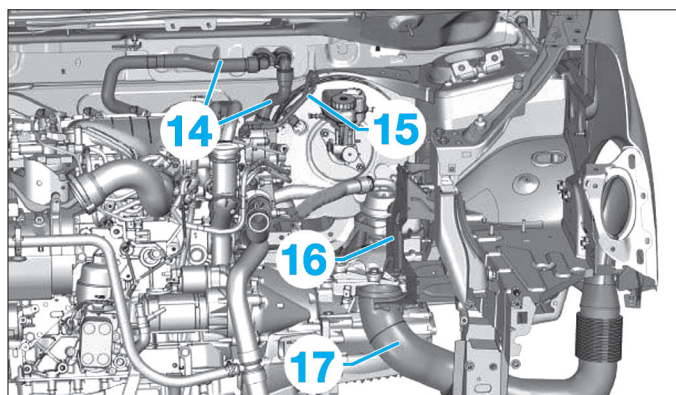

Fig. 69
- les durits du radiateur de chauffage (14) (Fig.69),
- la durite à dépression de l'amplificateur de freinage (15).
- le support de boîte à air (16),
- le col d'entrée d'air (17),